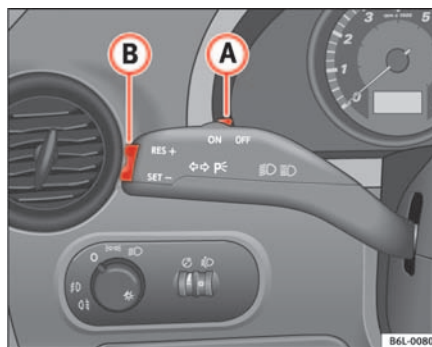

Fig. 102 Palanca de intermitentes y de luz de carretera: mando y tecla basculante para el regulador de velocidad
- Presione la parte superior de la tecla basculante **RES** ⇒ fig. 102 **A** para aumentar la velocidad. El vehículo acelerará mientras mantenga la tecla presionada. Al soltar la tecla quedará memorizada la nueva velocidad.
Si se reduce la velocidad programada pisando el pedal del freno, se desactiva el regulador de velocidad. Si quiere activar de nuevo el regulador, bastará con presionar una vez la parte superior de la tecla basculante **RES+** ⇒ página 146, fig. 102 **A**.